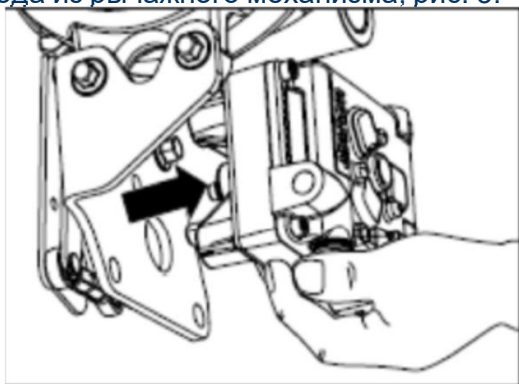

Рис. 3
2.1.4 Придерживая актуатор переместить его в сторону от кронштейна, при этом осторожно извлеките приводной вал привода из рычажного механизма, рис. 3.